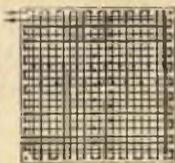
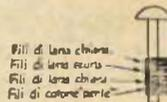

Fig. 2
Fig. 3
1) Fissate con un nodino al chiodo indicato dalla freccia in fig. 2 il capo di uno dei gomitolini di filo perlé e, seguendo il percorso indicato dalla figura stessa, fate fare al vostro cotone quattro giri dell'intero telaio nell'angolo diagonalmente opposto a quello dal quale il lavoro ha avuto inizio osservate il particolare dimostrante come passare dalla trama verticale a quella orizzontale, particolare che è riportato, ingrandito, in fig. 2b);
Fig. 2 bis
Si sega la parte *O* del rubinetto più grande, come in fig. 1, quindi si chiude il foro *B* del medesimo rubinetto, o saldandovi un disco del medesimo diametro, o asportando (fig. 2) il pezzo *D* dalla parte girevole e forzandolo e saldandolo nell'apertura; negli altri due fori del rubinetto si saldano invece i due tubi di ottone sopradetti (il loro diametro dipenderà quindi in effetti dal rubinetto), come in fig. 3.